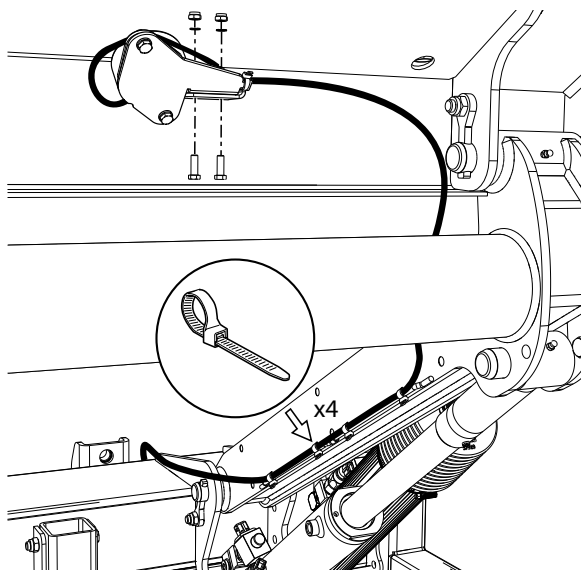
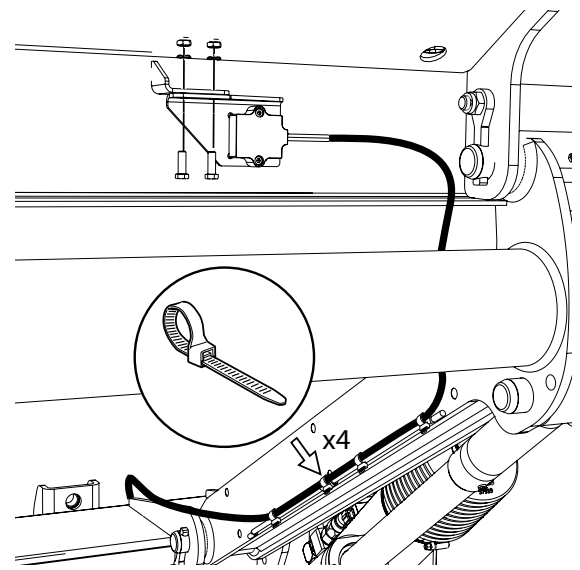

Abbildung 62. Montage des Winkelgebers
Abbildung 63. Montage des Neigungsanzeigers
2. Den Winkelgeber/Neigungsanzeiger an der Bordwand montieren, dafür die mitgelieferten Schrauben, Muttern und Unterlegscheiben verwenden und das Kabel mit Kabelbindern befestigen, siehe Abbildung 62 und Abbildung 63.